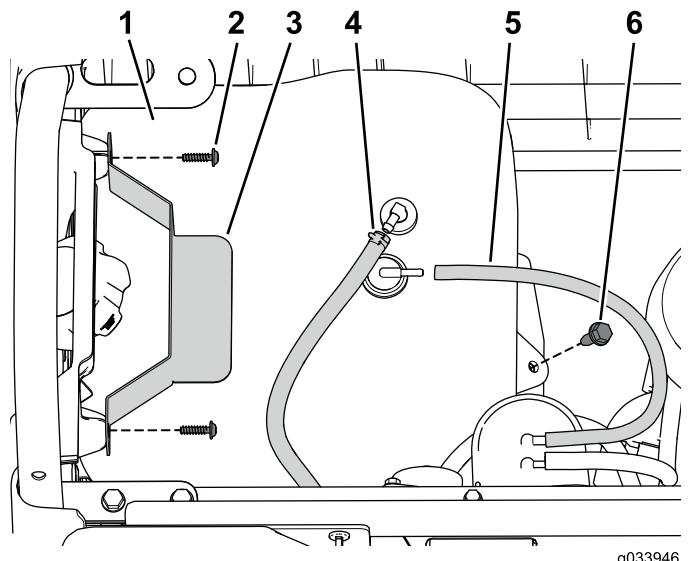

Figure 4
1. Retirez le boulon à embase qui fixe le réservoir de carburant à son support (Figure 4).
2. Retirez les vis de fixation du dispositif de maintien (Figure 4).
- Débranchez le flexible d'évent et la conduite de carburant du réservoir (Figure 4).
7. Branchez la canalisation de carburant et le tube d'évent au réservoir de carburant (Figure 4).
8. Fixez le dispositif de maintien avec les vis retirées précédemment (Figure 4).
9. Fixez le réservoir de carburant sur son support à l'aide du boulon à embase retiré précédemment (Figure 4).